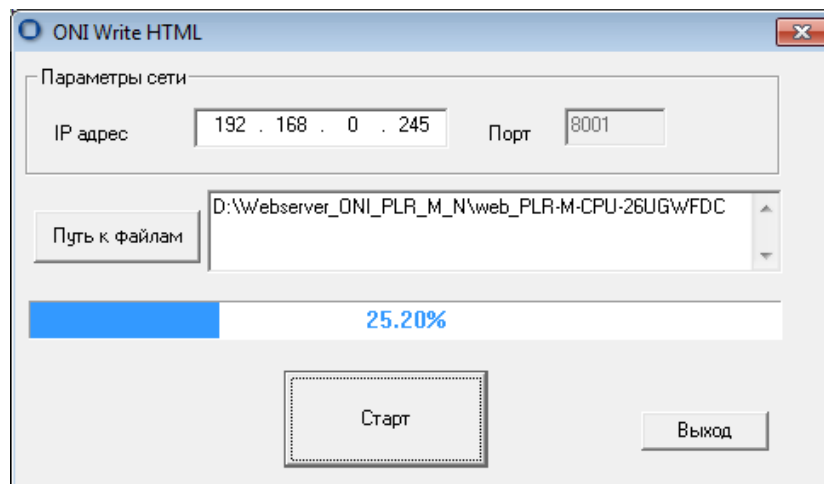

Рисунок 3.123
4. Нажмите кнопку "Старт" для начала обновления Web сервера (рисунок 3.123).